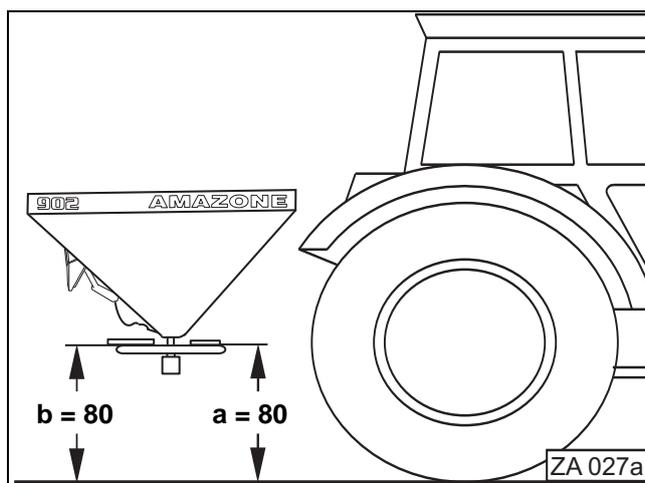

Fig. 7.1
Regolare in orizzontale ad 80 cm l'altezza di montaggio dello spargitore (Fig. 7.1). La misurazione viene effettuata sul lato anteriore (80) e sul lato posteriore (80) dei dischi spargitori a partire dal fondo.